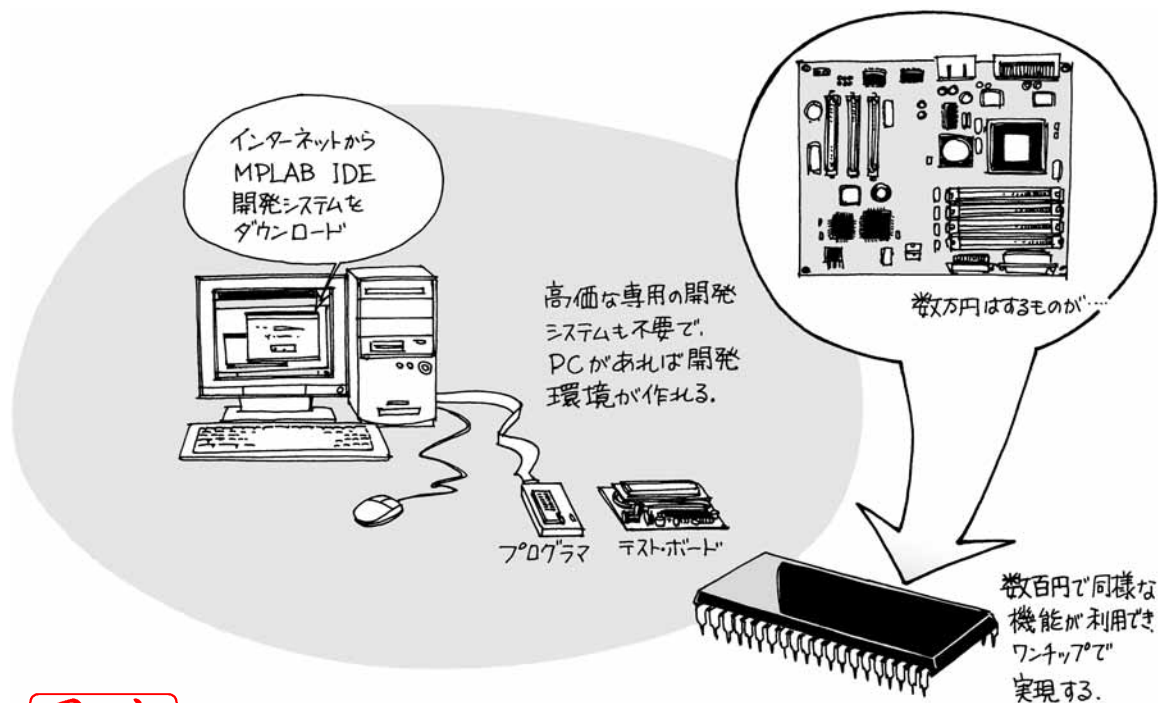

図1-4 **見本** ボード、コンピュータがワンチップに必要な機能がワンチップ化され小型化されることで、様々な場所で制御用として容易に利用できるようになる。
PICを使えば、わずか数百円でCPU、I/O、通信モジュール、EEPROM^①、A-D変換モジュールが搭載されたコンピュータ・ボードと同等な機能が、ワンチップで入手できるのです。簡単な制御であってもこれを使わない手はありません(図1-4)。